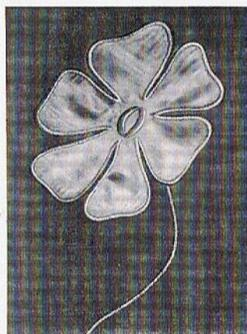

Abb. 44
**Applikationen** (Abb. 44). Bei Applikationen verfährt man im allgemeinen genau so wie beim Flickenaufsetzen. Man schneidet jedoch nur den überstehen-